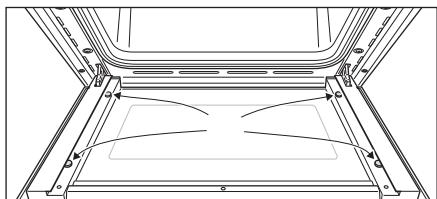

Fig. 7.6b
- Vérifiez que les quatre patins en caoutchouc sont en place "D" sur la fig. 7.6b.